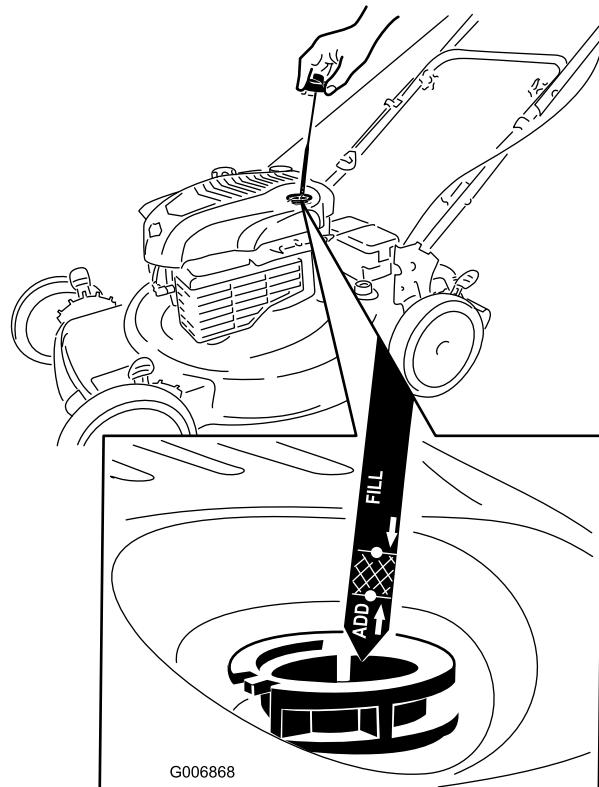

Bild 6
1. Ziehen Sie den Peilstab heraus (Bild 6).
2. Füllen Sie das Öl **langsam** in den Einfüllstutzen ein, um den Ölstand auf die Marke **Voll** am Peilstab anzuheben. **Bild 6 Füllen Sie nicht zu viel ein.** (Max. Füllstand: 0,59 l des Typs: Waschaktives SAE 30-Öl mit der Klassifizierung SF, SG, SH,